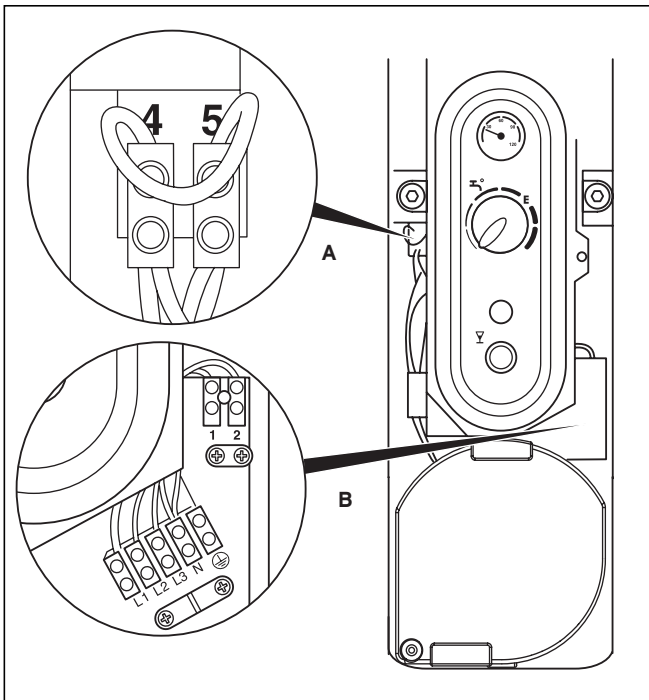

Рис. 8.5 Клеммная коробка
- Положите кабель в открытое приспособление для уменьшения растягивающего усилия (B, см. рис. 8.5).